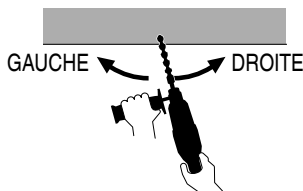

Fig. 32
- La DEL de niveau sur le côté de l'outil s'allume ou clignote dans la couleur indiquée ci-dessous lorsque l'interrupteur de la DEL de niveau est enfoncé. (Fig. 32)
- La fonction de niveau LED détecte l'inclinaison des surfaces (telles que les murs) qui sont perpendiculaires selon la gravité (Fig. 32 HAUT, BAS), mais elle ne peut pas détecter l'inclinaison horizontale par rapport aux surfaces (Fig. 32 DROITE, GAUCHE).